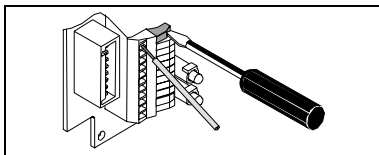

Fig. 8/Bild 8
- Cablaggio degli attacchi elettrici (vedi fig. 8 e 9):
- Anslut de elektriska kablarna enligt följande (bild 8 och 9):